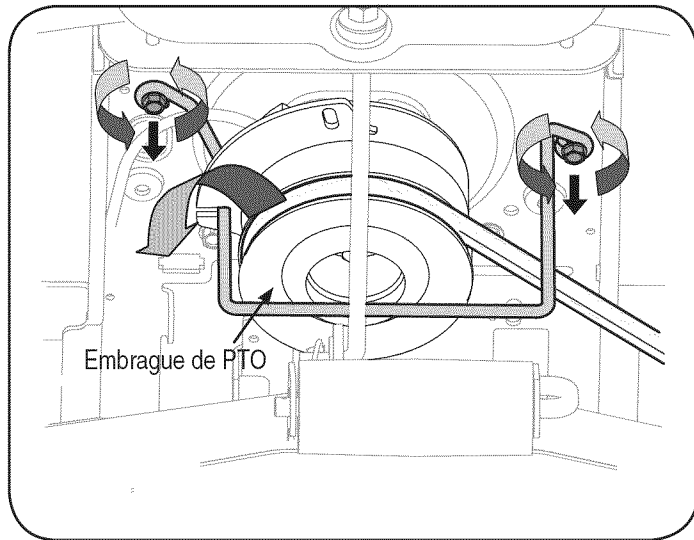

Figura 10
3. Ubique el embrague de PTO debajo de la parte delantera del tractor. Vea la Figura 10.
4. Extraiga la defensa de la correa y la correa de la siguiente manera. Consulte la Figura 10:
NOTA: Inserte al guardia de cinturón en la ranura de guardia de cinturón de la polea de PTO. Vea Figura 10.